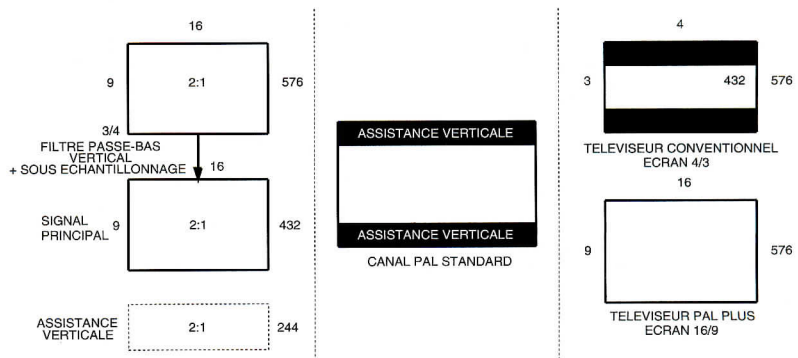

Figure 3
provenance d'une source TVHD). La conversion du format implique que le signal d'entrée soit aux normes de balayage du standard 625 (576)/50/2 : 1, 576 représentant le nombre de lignes actives de ce signal. Comme il est explicité **figure 3**, le signal est filtré verticalement par un passe-bas à 3/4 de la fréquence de Nyquist. Ensuite, il est sous-échantillonné d'un facteur 3/4 ce qui conduit à 432 lignes actives qui seront positionnées au centre de la trame 576 lignes au rapport 4/3. Le résultat final consiste alors en une image globale «letterbox» au format 4/3 avec, à l'intérieur de cette image, une image active au format 16/9. Un filtre passe-haut de même fréquence de coupure que le passe-bas permet l'obtention d'un signal porteur de la fraction supérieure du spectre et qualifié de signal «d'assistance verticale» ; celui-ci est sous-échantillonné d'un fac-